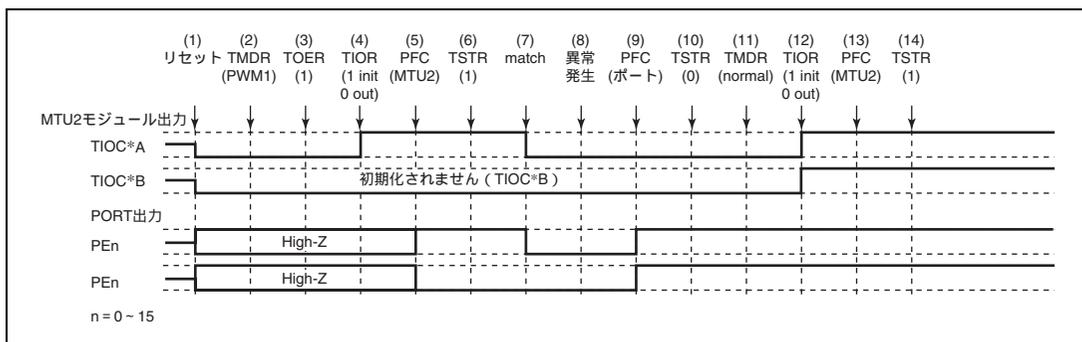

図 11.121 PWM モード 1 で異常が発生し、ノーマルモードで復帰する場合
PWM モード 1 で異常が発生し、再設定後ノーマルモードで再スタートする場合の説明図を図 11.121 に示します。
(1) ~ (10) は図 11.121 と共通です。
(11) PWM モード 1 で再スタートする場合には必要ありません。
(12) TIOR で端子を初期化してください (PWM モード 1 では TIOC*B 側は初期化されません)。
(13) 汎用入出力ポートで本モジュール出力としてください。
(14) TSTR で再スタートします。
(11) PWM モード 2 を設定します。
(12) TIOR で端子を初期化してください (PWM モード 2 では周期レジスタの端子は初期化されません)。
(13) 汎用入力ポートで本モジュール出力としてください。
- (1) ~ (10) は図 11.121 と共通です。
- (11) 位相計数モードを設定します。
- (12) TIOR で端子を初期化してください。
- (13) 汎用入出力ポートで本モジュール出力としてください。
- (14) TSTR で再スタートします。
(11) 波形生成部の初期化のためノーマルモードを設定してください。
(12) TIOR で PWM モード 1 の波形生成部を初期化してください。
(13) TIOR で PWM モード 1 の波形生成部の動作を禁止してください。
(14) TOER でチャンネル 3、4 の出力を禁止してください。
(15) TOCR で相補 PWM の出力レベルと周期出力の許可禁止を選択してください。
(16) 相補 PWM を設定します。
(17) TOER でチャンネル 3、4 の出力を許可してください。
(18) 汎用入出力ポートで本モジュール出力としてください。
(19) TSTR で再スタートします。